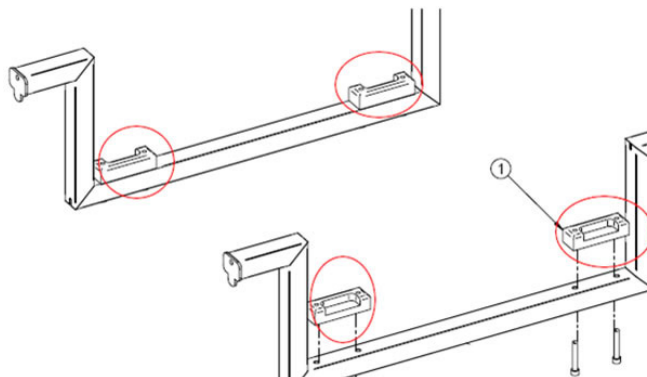

Figure 9
2. Abaisser le lit jusqu'à ce que le châssis fixe inférieur soit complètement soutenu par les pièces en U du gabarit (voir la Figure 9).
7. À l'aide d'une clé mixte de 1/2 po, retirer les deux boulons (D), les deux rondelles (C) et les deux entretoises à épaulement (B) fixant le support de l'écrou moulé au bras du levier d'élévation.
8. À l'aide de la clé à cliquet et d'une douille de 5/16 po, retirer les deux vis (E) fixant la plaque de retenue du support du vérin (G) au bras du levier de tête et la retirer.
9. Retirer les deux axes (H) fixant le vérin (A) au support. Afin de faciliter le retrait des axes, insérer un petit tournevis plat dans l'ouverture à l'extrémité du vérin pour repousser les axes vers l'extérieur.
10. À l'aide d'un tournevis Phillips n° 2, retirer les deux vis (F) fixant le cache-vis en plastique (J) au vérin. Retirer le cache-vis en plastique et l'installer sur le nouvel actionneur.
2. Abaisser le lit jusqu'à ce que le châssis fixe inférieur soit complètement soutenu par les pièces en U du gabarit (voir Figure 9, à la page 2-44).
9. À l'aide d'une clé mixte de 1/2 po, retirer les deux boulons (D), les deux rondelles (C) et les deux entretoises à épaulement (B) fixant le support de l'écrou moulé au bras du levier d'élévation.
10. À l'aide d'une clé à cliquet et d'une douille de 5/16 po, retirer les deux vis (E) fixant la plaque de retenue du support du vérin (G) au bras du levier de tête et la retirer.
11. Retirer les deux axes (H) fixant le vérin (A) au support. Afin de faciliter le retrait des axes, insérer un petit tournevis plat dans l'ouverture à l'extrémité du vérin pour repousser les axes vers l'extérieur.